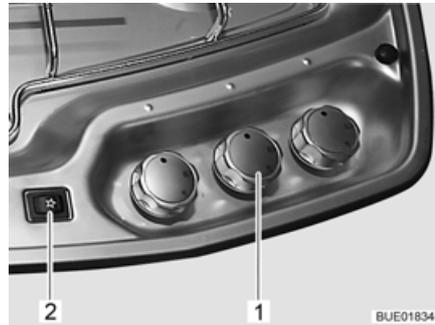

Bild 173 Bedienelemente für Gaskocher
- Drehregler (Bild 173,1) der gewünschten Brennstelle auf Zündposition (große Flamme) drehen.
- Zündknopf (Bild 173,2) drücken. Am Brenner werden Zündfunken erzeugt.